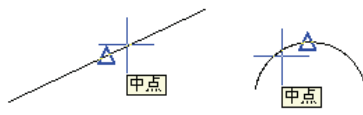

图 1-52 捕捉中点
② 中点 (MIDpoint)：捕捉直线、圆弧、多段线的中点。对于参照线，“中点”将捕捉指定的第一点（根）。当选择样条曲线或椭圆弧时，“中点”将捕捉对象起点和端点之间的中点。如图 1-52 所示。